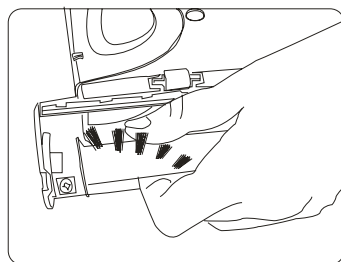

Fig. 14
6. Tire hacia afuera del buje la barra del cepillo y muévala de la correa impulsora para la etracción de la barra del cepillo. (Fig. 14)
7. Inserte la nueva barra del cepillo, colocándola aantes dentro del buje, sobre el extremo opuesto de la correa impulsora. (Fig. 14)